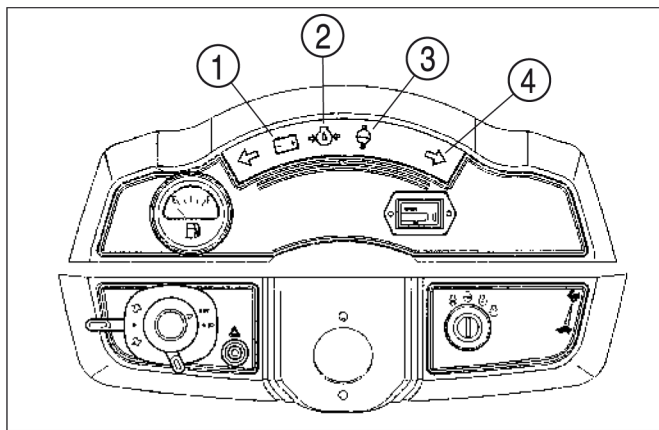

FIG. 12
**Abb. 12:** Die Anzeigeleuchtenleiste umfasst verschiedene Warnleuchten zur Überwachung bestimmter Funktionen. Nachfolgend eine Erklärung der einzelnen Leuchten (von links nach rechts):
**Batterieladung (1)** – Diese Kontrollleuchte spricht an, wenn der Zündschlüssel auf „ON“ gestellt wird und erlischt nach dem Anspringen des Motors, wenn die Batterie geladen wird.
**Motoröldruck (2)** – Diese Warnleuchte spricht auf zu niedrigen Motoröldruck an. Sollte sie beim Betrieb aufleuchten, sofort den Motor abschalten und die Ursache ermitteln.
**Kühlmitteltemperatur (3)** – Leuchtet bei Überhitzung des Motors auf.
**Blinker (4)** – Blinkt wenn der Fahrtrichtungsanzeiger betätigt wurde.